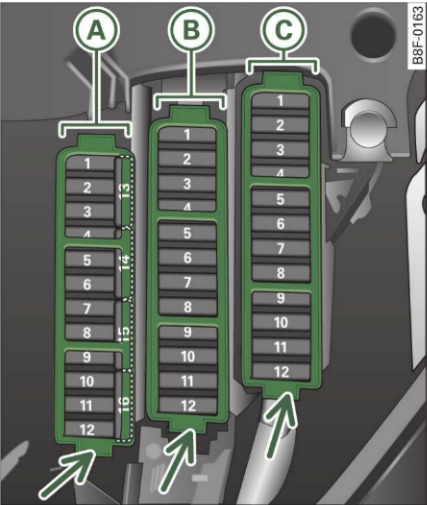

Fig. 255 Postul de conducere stânga: Panou de siguranțe cu mâner din material plastic
- Pentru a îndepărta eventual mânerul de plastic de culoare violet¹²⁾, trageți-l de partea îngustă afară din panoul de siguranțe ⇒ *pagina 268*, fig. 255.